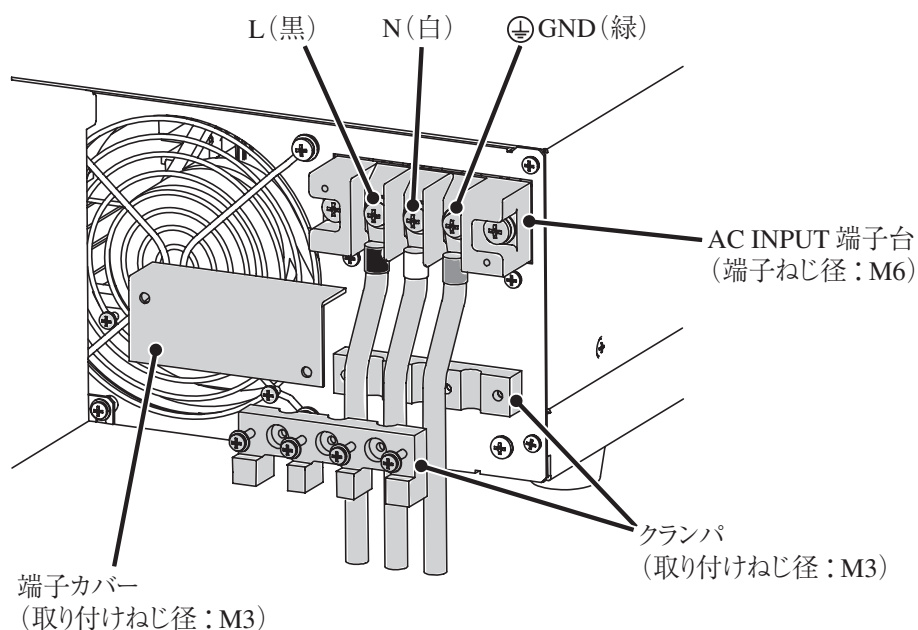

図 1-10 電源コードの接続
2. 図 1-10 のように AC INPUT 端子台に付属の電源コードを接続します。